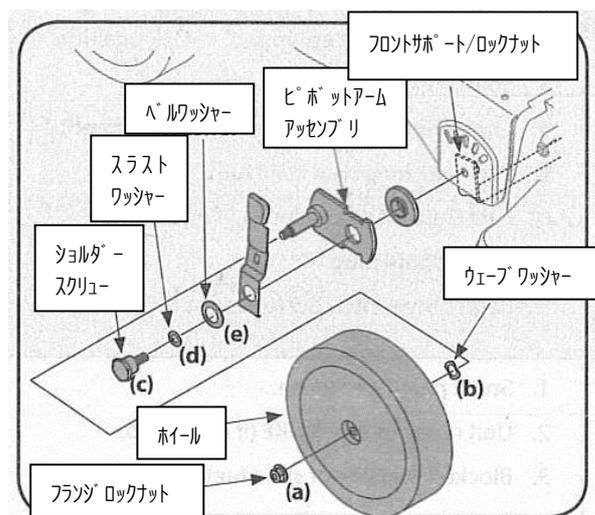

図.8-9
4. 本体前方の前輪部にあるピボットアムアッセンブリに取り付けられている、フランジロックナット(図.8-9-a)、前輪、ウェーブワッシャー(図.8-9-b)を取り外します。
5. ピボットアムを通してフロントサポートに付いている、ショルダースクリュー(図.8-9-c)、スラストワッシャー(図.8-9-d)、ベルワッシャー(図.8-9-e)を取り外します。フロントサポートとロックナットはこの時点でも取り外せません。